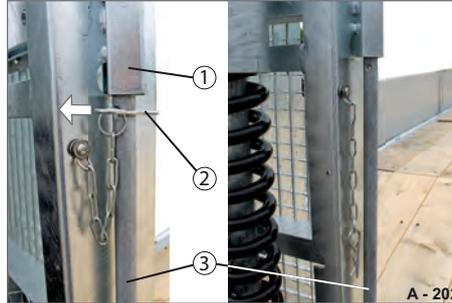

Abb. 81 Bedienstange entsichern
- ▶ Federstecker (Abb. 81/2) aus der Bohrung der Bedienstange (Abb. 81/3) herausziehen.